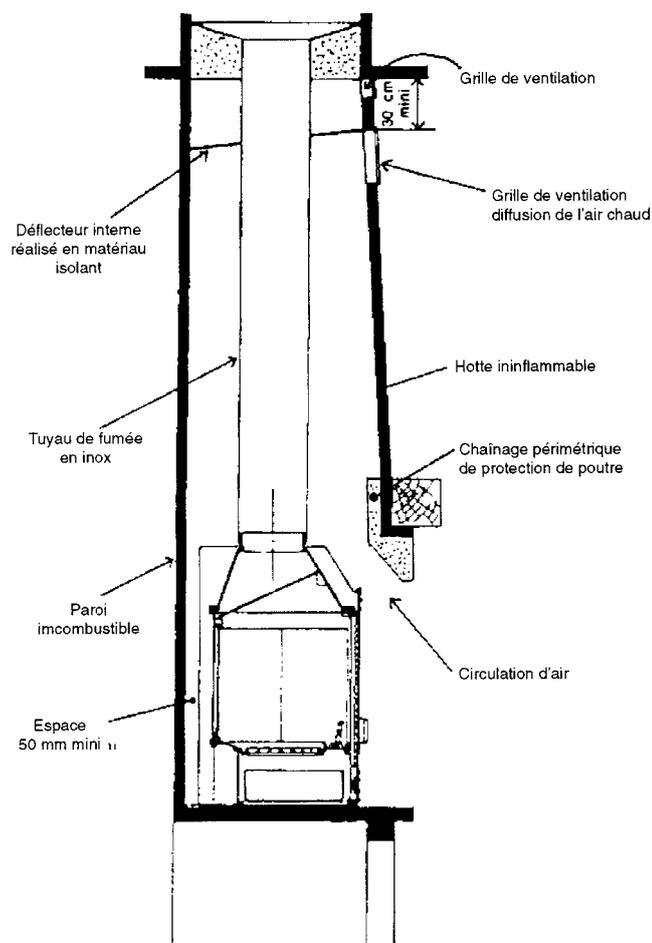

Fig. 1
1) Cas de l'intallation dans une cheminée existante (voir Fig.1)